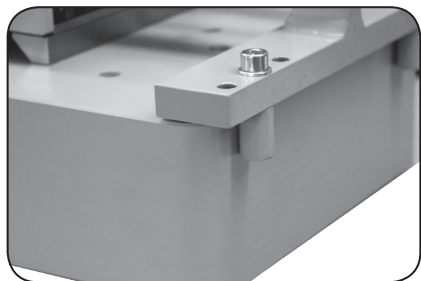

Fig. 1
- Il pezzo da movimentare deve essere sempre posizionato contro lo stop verticale durante il sollevamento. (Fig.1) La forza di spostamento deve essere concentrata sugli stop. Il sollevatore magnetico deve essere posizionato in prossimità del baricentro del pezzo da movimentare e bloccato con le apposite sicure in modo simmetrico rispetto alla geometria del carico stesso. (Fig. 2)
4. Gli Stop meccanici devono essere posizionati in modo sicuro sulla parte bassa del carico per evitare uno slittamento del pezzo nelle operazioni di sollevamento verticale (Fig.1) In questo caso attivare il sollevatore magnetico